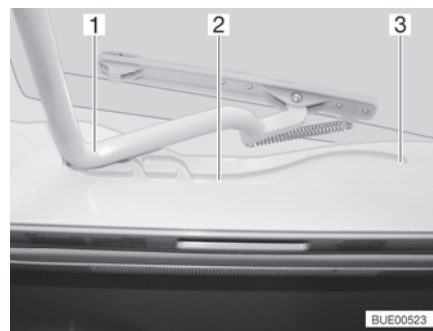

Fig. 80 Oblò Heki, guida
- Tirare la staffa (Fig. 80,1) nelle guide (Fig. 80,2) fino alla posizione più all'indietro (Fig. 80,3).
- Spingere la staffa (Fig. 80,1) leggermente verso l'alto con ambedue le mani.
- Tirare la staffa nelle guide (Fig. 80,2) fino alla posizione desiderata.